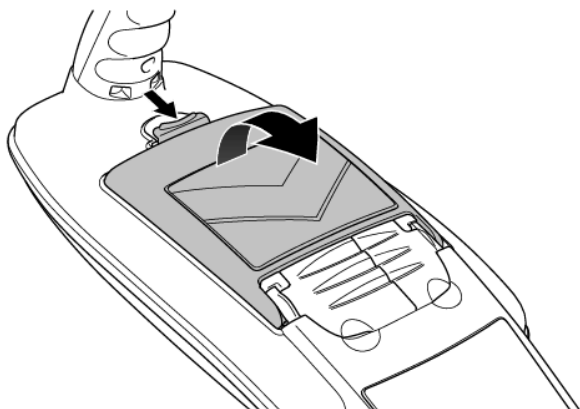

Figure 4.1 Ouverture du compartiment d'alimentation
- 1 ouvrez le compartiment d'alimentation à l'aide du dispositif de déverrouillage (figure 4.1).